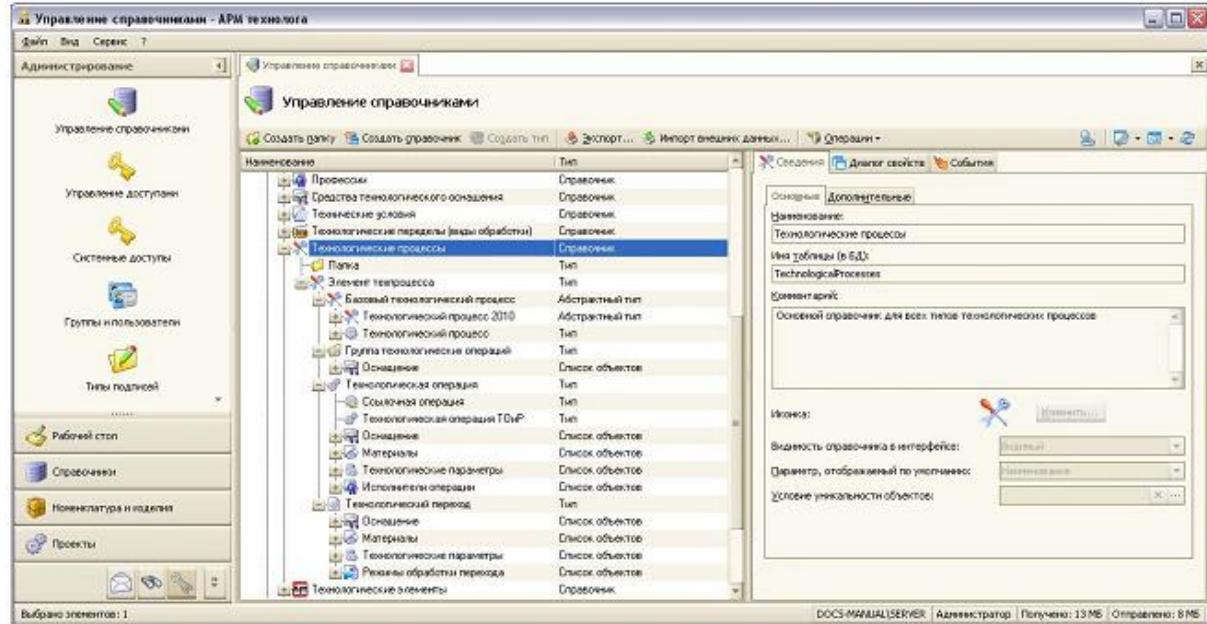

Рис. 20 Иерархия типов справочника «Технологические процессы» в окне «Управление справочниками»
Для хранения данных технологических процессов в T-FLEX Технология используется древовидный справочник «Технологические процессы», структура которого показана на рис. 20. Для описания параметров технологического процесса в справочнике используется два базовых абстрактных типа «Технологический процесс» и «Технологический процесс 2010». От данных типов порождаются конечные типы технологических процессов («Единичный
*Основные возможности администрации технологических справочников:* изменение структуры, проектирование пользовательского интерфейса для работы с данными, установка связей и т.д., предоставляются в специальном окне «Управление справочниками» (рис. 20). Для открытия окна используется специальный ярлык «Управление справочниками» панели быстрых команд закладки «Администрирование» панели переходов. Работа с окном доступна только Администраторам T-FLEX Технология.
Все вышеупомянутые элементы ТП в справочнике «Технологические процессы» описываются либо списками, либо отдельными типами (см. рис. 20).